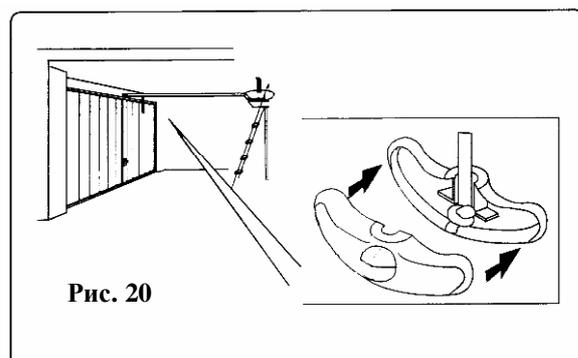

Рис. 20
- Закрепите пластиковую ручку на шнуре разблокировки, предварительно отрезав его до нужного размера рис. 20;
- Разблокируйте привод потянув за шнур и сдвинув каретку. При этом стопор каретки выйдет из зацепления с держателем, закрепленным на цепи рис. 20;